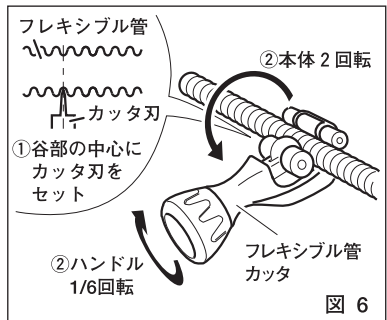

図 6
(2) 加工するパイプの切断 (図6,7)
- ①フレキシブル管カッタの刃を切断する管の谷部の中心に合わせます。
- ②フレキシブル管カッタのハンドルを回して、刃をゆっくりと送り込みながら切断します。
- ③切断面の変形、バリがないことを確認してください。